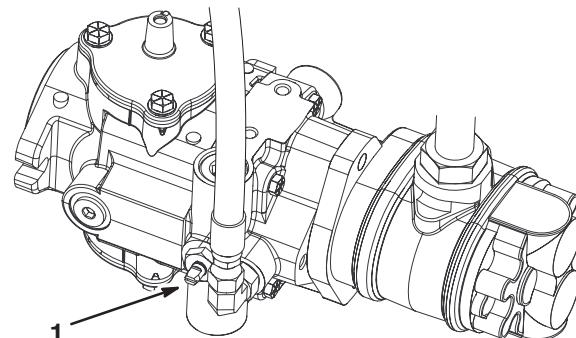

Figure 31
- Trouvez la vanne de dérivation sur la pompe et tournez-la pour que la fente soit verticale (Fig. 31).
- Avant de mettre le moteur en marche, tournez la vanne de dérivation pour la fermer (fente horizontale) (Fig. 31). Ne mettez pas le moteur en marche quand la vanne est ouverte.